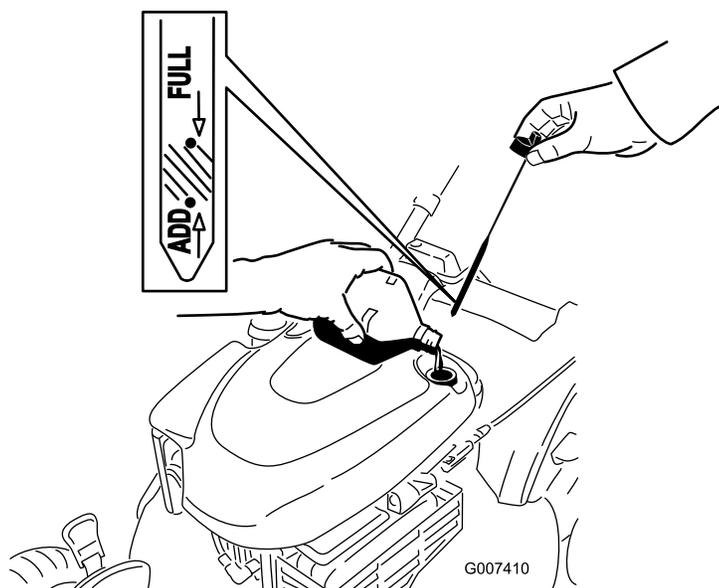

**Figura 42**
7. Inclinate la macchina sul fianco, con il tubo di riempimento dell'olio in basso, per vuotare l'olio usato attraverso il tubo di riempimento in una bacinella di spurgo (Figura 42).